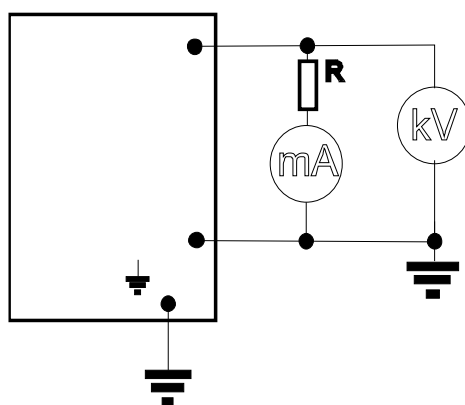

Рис.2 Контрольно-измерительная схема для устройства «Меркурий-3/100».
3.2.4. Подключить электростатический киловольтметр kV (не менее 3 кВ, классом точности не хуже 0,5), балластные сопротивления R, (три последовательно соединённых резистора С5-40В-250-10кОм или аналогичные) и миллиамперметр mA (со шкалой не менее 100 мА, классом точности не хуже 0,5), в соответствии со схемой контроля рис.2.